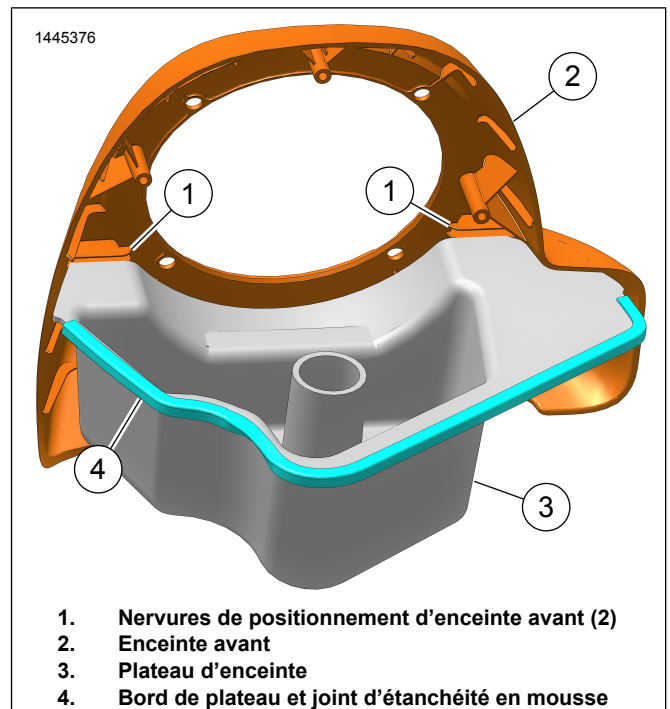

Figure 6. Enceinte
7. Voir la Figure 6. Assembler l'enceinte avant (2) et la plaque d'enceinte (3).
- b. Commencer à l'une des extrémités et enrouler le joint autour de la plaque d'enceinte (3).
- d. Insérer la plaque d'enceinte (3) dans les nervures de positionnement avant (1).